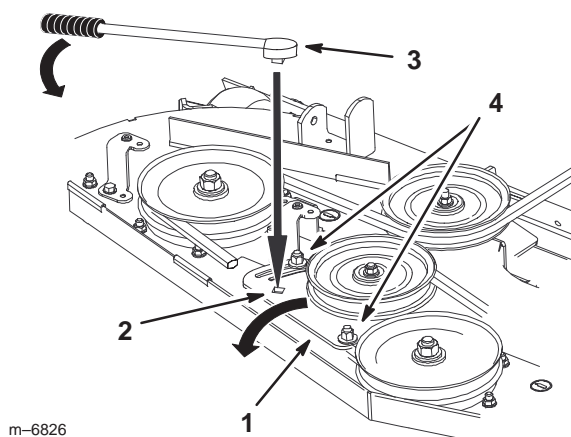

Figure 73
4. Desserrez l'écrou de fixation de la plaque de la poulie de tension et déplacez la plaque pour détendre la courroie sur la poulie de tension. Déposez la courroie usée du plateau de coupe (Fig. 73).
5. Si un réglage est nécessaire, desserrez la plaque du bras de tension et effectuez le réglage (Fig. 73).
6. Insérez un manche à rochet ou une barre de levier dans le trou carré de la plaque pour régler la tension (Fig. 73).
7. Pour augmenter la tension de la courroie, tournez la plaque de la poulie de tension jusqu'à ce qu'une résistance soit sentie et que la rotation s'arrête. Ne continuez pas quand elle s'arrête (Fig. 73).
8. Serrez les boulons de fixation de la plaque (Fig. 73).
10. Réglez la tension de la courroie et la plaque de la poulie de tension au besoin, et serrez fermement toutes les fixations (Fig. 73).